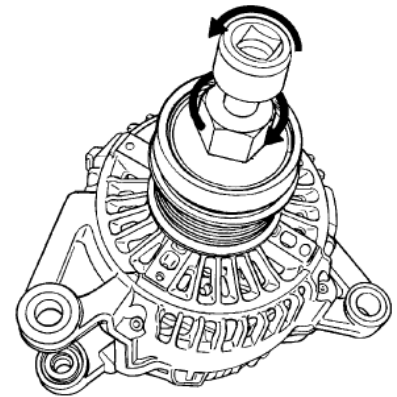

Fig 3
11. Install New OAD pulley onto alternator shaft by hand and then tighten with Miller special tool #8433A to **47-62 ft lbs/65-85Nm**. (See fig3)
11. Installer manuellement une nouvelle poulie de découpleur et serrer ensuite à l'aide de l'outil spécial Miller n° 8433A à **47-62 pi-lb/65-85 N.m**. (voir fig. 3)
11. Instale con la mano la polea del nuevo OAD en el eje del alternador y luego ajuste con una herramienta Miller especial número 8433A a **47-62 ft lbs/65-85Nm**. (Ver fig. 3)